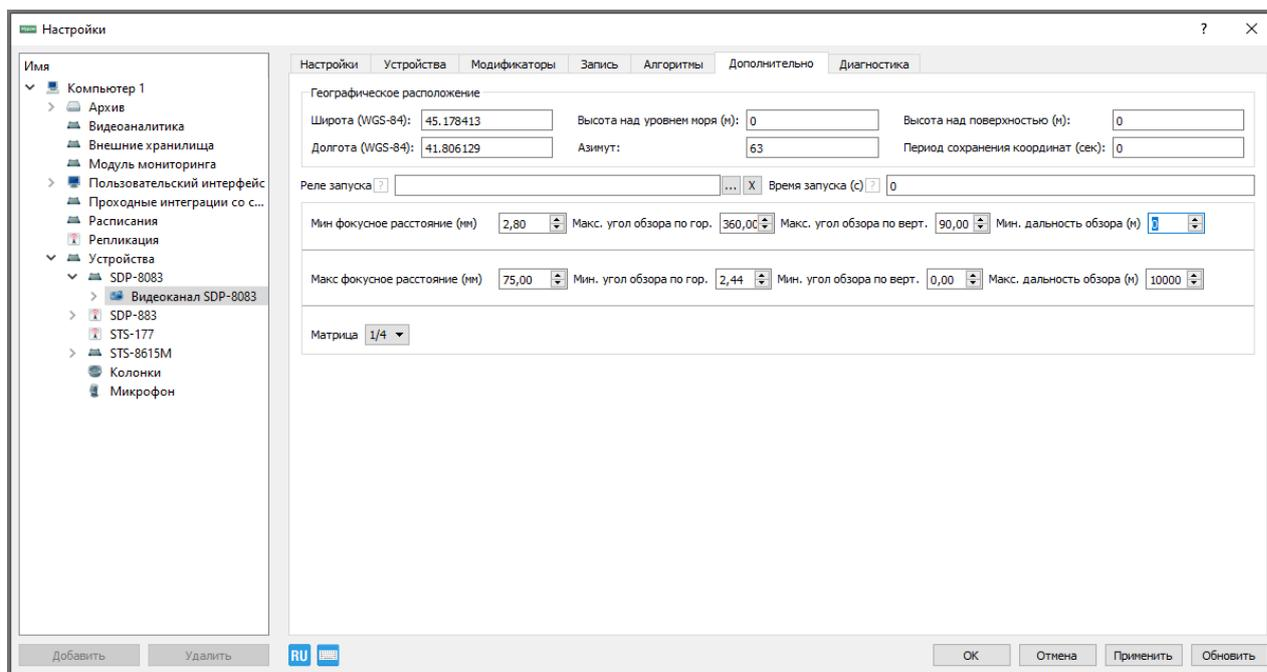

Рисунок 21
2.3.8.2 После установки видеокamеры в «нулевую позицию» определить азимут (смещение направления видеокamеры относительно географического севера). После определения азимута необходимо перейти в настройки видеоканала во вкладку «Дополнительно», где указать координаты поворотного в градусах и долях градусов, величину азимута, максимальные углы обзора видеокamеры в вертикальной и горизонтальной плоскостях, а также максимальную дальность обзора в соответствующих полях (Рисунок 21). После чего применить настройки.